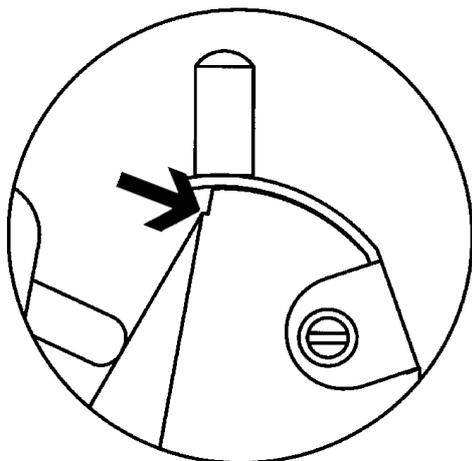

Fig. 60.2
- Tourner les écrous moletés (6) en sens contraire vers l'arrière jusqu'à ce que le tranchant soit à la même hauteur que le rebord d'appui du mors arrière et parallèle à celui-ci (Fig. 60.2).
- Pour fixer le couteau (4), serrer régulièrement les deux vis de serrage (2) dans le sens de la montre.